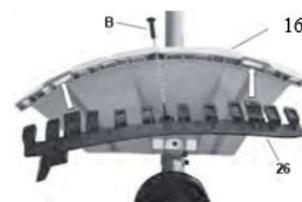

Fig.3-3
1. Lors de l'utilisation de la tête en nylon, la protection supplémentaire doit toujours être installée avec la lame de coupe. (Fig.3-3, Fig.3-4)
- Fixer la protection supplémentaire (26) avec la vis (B). (Fig. 3-3)
- Dévisser la vis (B); (Figure 3-3).